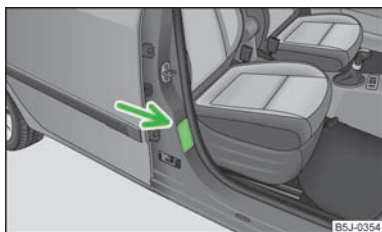

Abb. 104
- Auf diese Tatsache weist auch der Aufkleber hin, der sich an der B-Säule auf der Beifahrerseite befindet » Abb. 104. Der Aufkleber ist nach dem Öffnen der Beifahrertür sichtbar. Für einige Länder ist der Aufkleber auch an der Sonnenblende des Beifahrers angebracht.